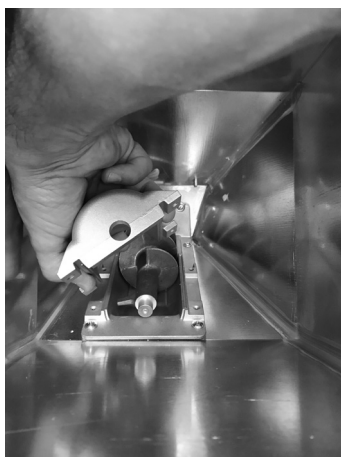

Fig. 89 - Rimozione guscio
- Rimuovere il guscio (vedi **Fig. 89**).